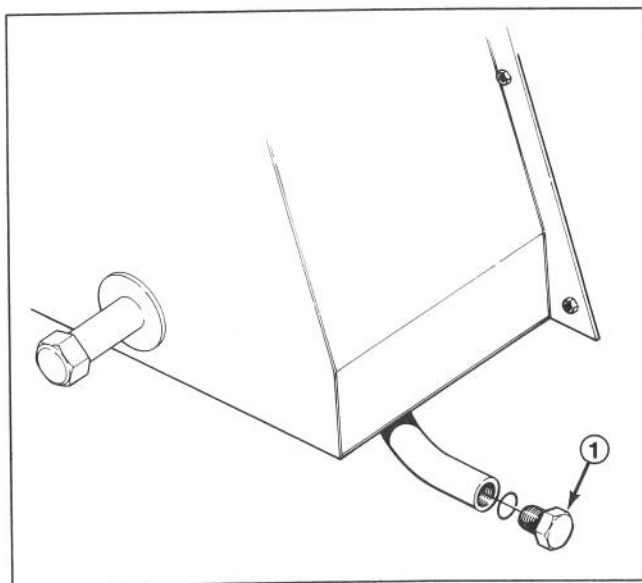

Figure 45
1. Dévisser le bouchon de vidange (Fig. 45) d'un demi tour et laisser le liquide s'écouler dans un récipient jusqu'à ce qu'il n'y ait plus d'eau dans le liquide hydraulique.
1. Retirer le bouchon de vidange (Fig. 45) du réservoir et laisser l'huile s'écouler dans un récipient. Visser le bouchon lorsque toute l'huile s'est écoulée.